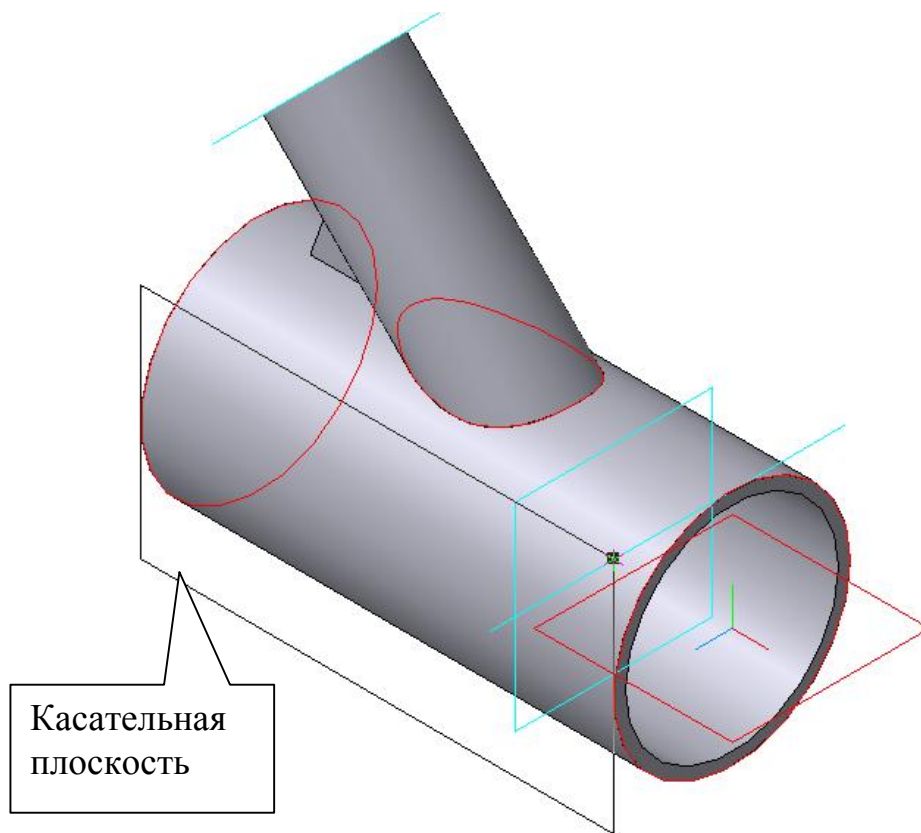

Рис. 10
6. Для выполнения надписи на цилиндрической поверхности создайте касательную плоскость  к цилиндрической поверхности  $\varnothing 60$ , рис. 10 (построение касательной плоскости рассматривалось в практической работе 20, часть 3).